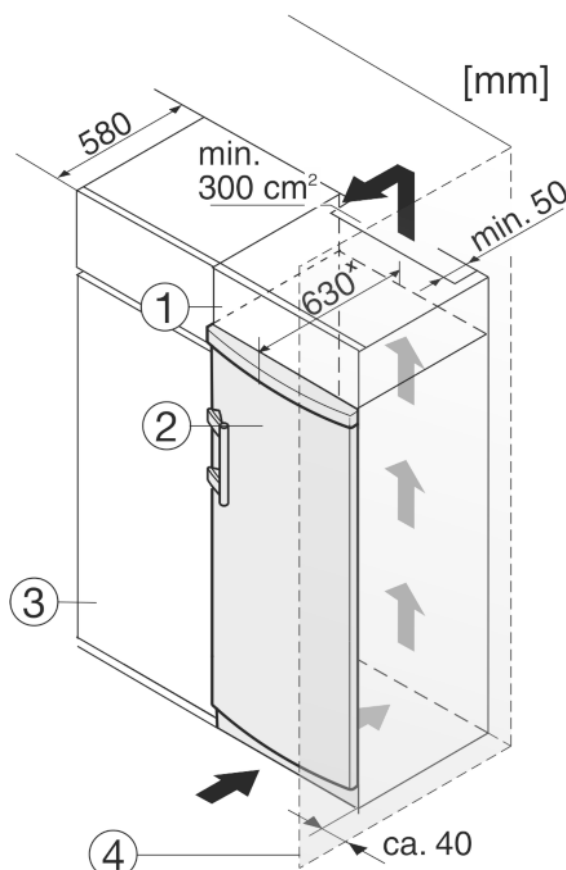

Fig. 10
Skabet kan indbygges i køkkenskabe. For at tilpasse skabet *Fig. 10 (2)* til køkkenelementerne kan der anbringes et ekstra skab *Fig. 10 (1)* over skabet.
Ved ombygning med køkkenskabe (dybde maks. 580 mm) kan apparatet stilles op direkte ved siden af køkkenskabet *Fig. 10 (3)*. Apparatet står frem i siden 34 mm x og frem i midten 50 mm x i forhold til køkkenskabenes front.
Hvis apparatet opstilles med hængslerne ved siden af en væg *Fig. 10 (4)*, skal afstanden mellem apparatet og væggen være mindst 40 mm. Dette svarer til håndtagets udhæng ved åbnet dør.